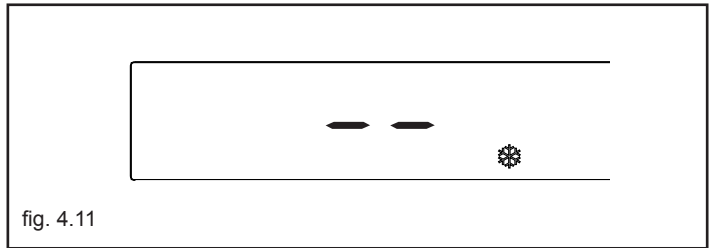

fig. 4.11
- Antigelo (fig. 4.11): quando la temperatura dell'acqua di caldaia scende al di sotto dei valori di sicurezza si attiva il circolatore e il bruciatore alla minima potenza per riportare la temperatura dell'acqua a valori di sicurezza (35 °C).